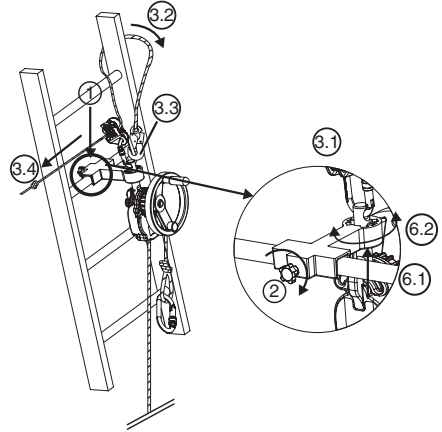

Fig. 7
6. Orientare l'apparecchio derope™ secondo la necessità modificando la posizione dell'asse di aggancio nel dispositivo di posizionamento (Fig. 7, 6.1 – 6.2).
6.3.3. Apparecchio derope™ UP K (Fig. 7)
1. Posizionare la piccola console bloccabile sul piolo della scala nella posizione scelta per effettuare l'operazione di salvataggio, al di sopra della persona da evacuare (Fig. 7, 1).
2. Stringere l'asse di bloccaggio che si trova dietro la console di appoggio mediante il pulsante di serraggio (Fig. 7, 2).
- Fissare il connettore del dispositivo di regolazione LCM 05 nel foro della parte superiore dell'asse di aggancio (Fig. 7, 3.1).
- Far passare il cordino di sicurezza attorno al piolo della scala situato al di sopra della console avvolgendolo intorno ad uno dei montanti della scala (Fig. 7, 3.2).
- Collegare il connettore del cordino di sicurezza al connettore del dispositivo di regolazione LCM 05 (Fig. 7, 3.3).
- Tendere il cordino di sicurezza tirando sull'estremità libera (Fig. 7, 3.4).